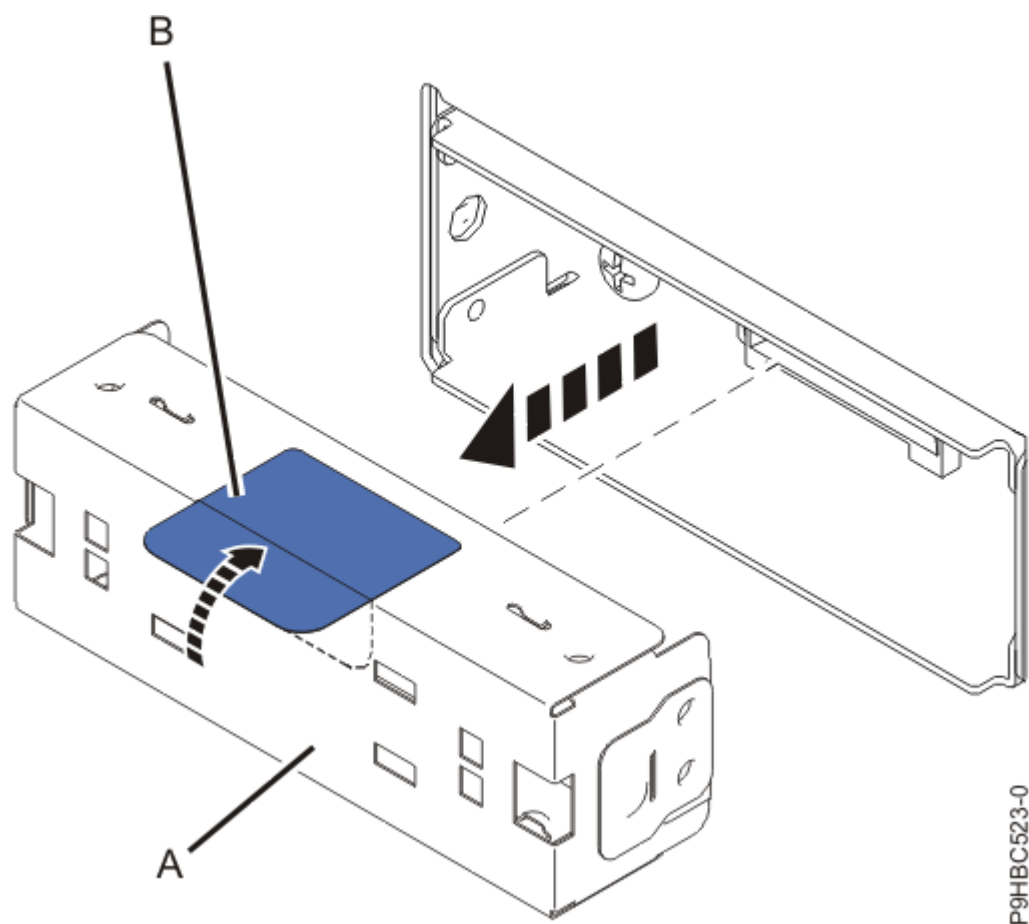

Figure 44. Retrait du panneau d'obturation d'écran
2. Au besoin, retirez le panneau d'obturation d'écran **(A)** à l'aide de la patte **(B)** comme illustré à la Figure 44, à la page 46.